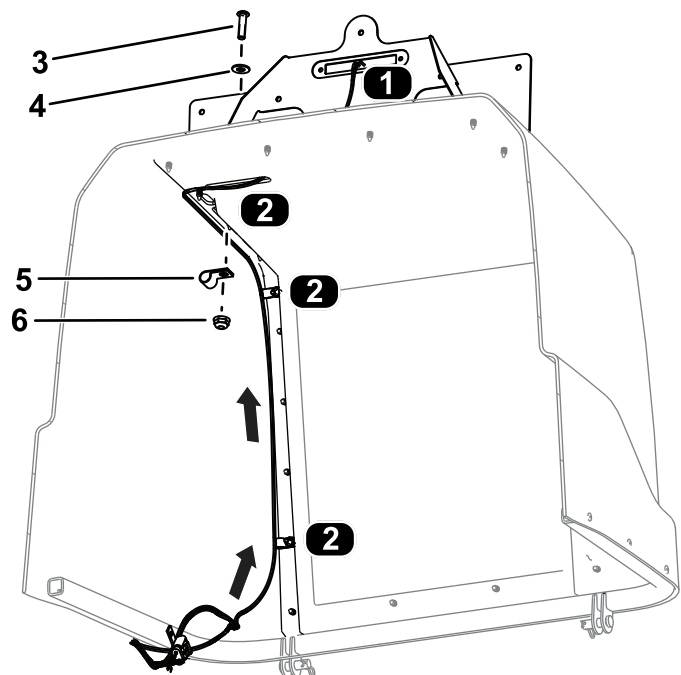

**Figura 31**
9. Fissate le luci posteriori assemblate nella loro sede utilizzando 8 bulloni a testa bombata (1/4" x 3/4"), come illustrato nella Figura 31.
Accertatevi di montare le luci di posizione con il coprifaro giallo sopra (Figura 30 e Figura 31).